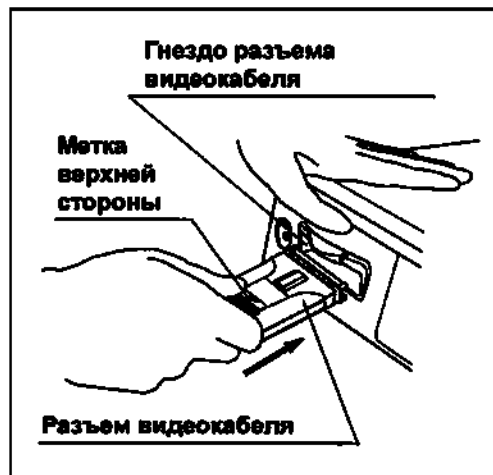

Рисунок 3.15
- 3 Удостоверьтесь в том, что метка верхней стороны на разъеме видеокабеля направлена вверх. (см. рис. 3.15)